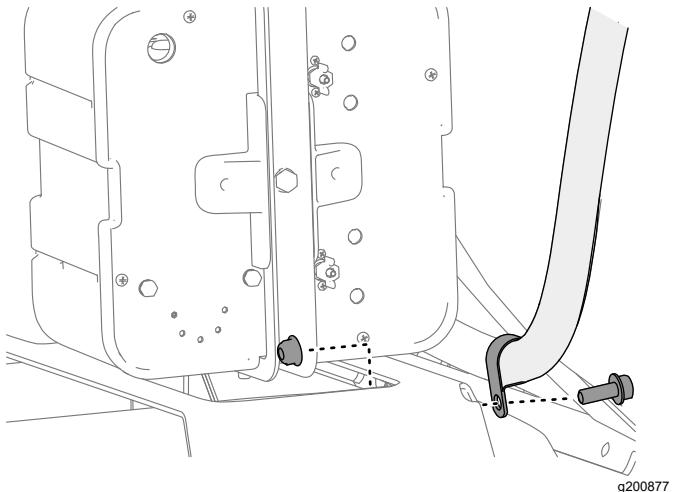

**Figura 6**
- 3. Allineate i fori nell'asta anteriore della staffa di supporto ai fori sul parafango e sulla relativa staffa (Figura 6).
- 4. Fissate la staffa di supporto alla staffa del parafango e al parafango con 2 bulloni a testa tonda (5/16" x 1 1/4") e 2 dadi di bloccaggio flangiati (5/16"), come illustrato nella Figura 6.
- 5. Allineate i fori nell'asta posteriore della staffa di supporto ai fori sulla protezione dagli schizzi, sul parafango e sulla relativa staffa (Figura 6).
- 6. Fissate la staffa di supporto alla protezione dagli schizzi, alla staffa del parafango e al parafango con 2 bulloni a testa tonda (5/16" x 1 1/4") e 2 dadi di bloccaggio flangiati (5/16"), come illustrato nella Figura 6.